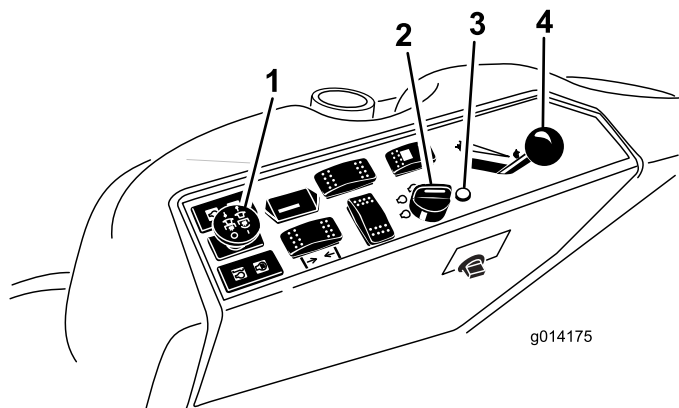

Figura 13
4. Desloque o interruptor PTO (tomada de força) para a posição off (Figura 13).
5. Desloque a alavanca do acelerador para metade entre as posições Fast (rápido) e Slow (lento) (Figura 13).